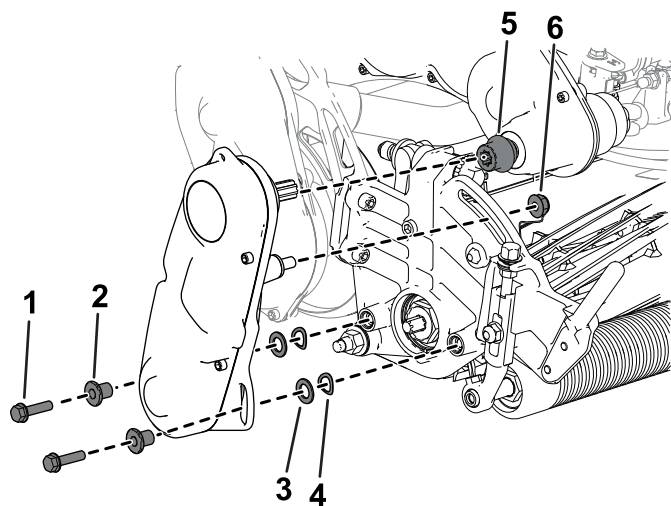

Figura 46
6. Use os parafusos de cabeça cilíndrica, arruelas e espaçadores removidos anteriormente para prender o conjunto de acionamento do cilindro à placa lateral da unidade de corte (Figura 46).
Certifique-se de que o eixo do conjunto de acionamento do cilindro esteja instalado no acoplador do eixo de acionamento da transmissão (Figura 46).